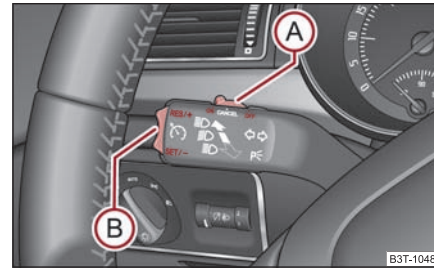

Fig. 145 Maneta: tasta basculantă și comutatorul sistemului de viteză de croazieră
- Apăsați comutatorul (A) ⇒ fig. 145 în poziția **ON**.
- După atingerea vitezei dorite apăsați tasta (B) în poziția **SET**.
- Viteza memorată poate fi **mărită** fără acționarea pedalei de accelerație, prin apăsarea tastei **(B)** ⇒ pagina 127, fig. 145 în poziția **RES**.
**Reluarea** vitezei memorate are loc după eliberarea pedalei de frână sau de ambreiaj; la autovehiculele cu cutie de viteze automată numai după eliberarea pedalei de frână și după apăsarea scurtă a tastei **(B)** ⇒ pagina 127, fig. 145 în poziția **RES**.
- Apăsați comutatorul **(A)** ⇒ pagina 127, fig. 145 spre dreapta în poziția **OFF**. ■